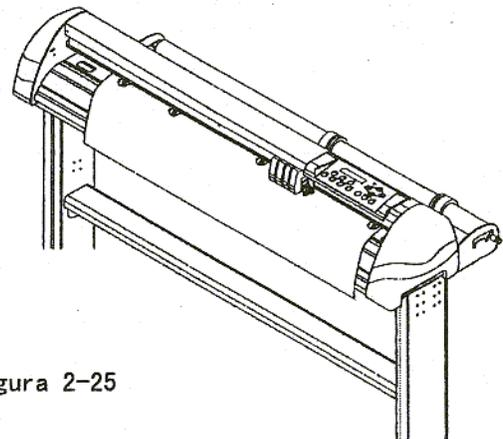

Figura 2-25
3. Cargue el material sobre la bancada. Remítase al apartado "2.4.1. Carga de Hoja". Después de la carga del rollo, aplane el material sobre la bancada y mantenga sujeto firmemente el borde anterior del material (Figura 2-25).